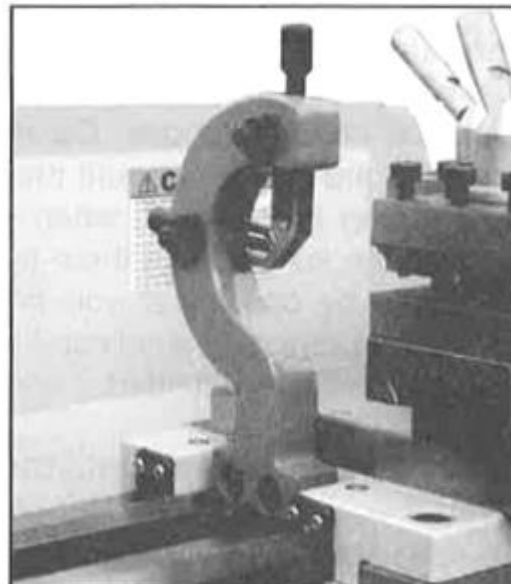
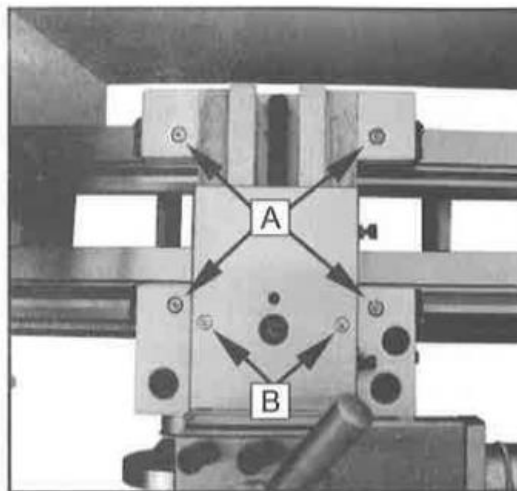

Рис. 31
Рис. 36
1. Ослабьте три шестигранные гайки. (А, рис. 31)
2. Ослабьте винты с накатанной головкой (В, Рис. 36) и откройте скользящие пальцы (С, Рис. 31), пока люнет можно будет перемещать пальцем вокруг заготовки. Закрепите люнет на месте.
3. Затяните винты с накатанной головкой так, чтобы пальцы плотно прилегали к заготовке, но не плотно прилегали к ней. Затяните три гайки (А, рис. 31). Смажьте точки скольжения машинным маслом.
Люнет установлен на продольной каретке и следует за движением токарного инструмента. Требуются только два скользящих пальца. Положение третьего пальца занимает поворотный нож. Люнет используется для токарных операций на длинных тонких заготовках. Предотвращает изгиб заготовки под давлением токарного ножа. (Рис. 31) Расположите пальцы плотно вокруг заготовки, но не слишком туго. Смазывайте пальцы во время операции, чтобы предотвратить преждевременный износ.
Смазывайте четыре смазочных отверстия (А, рис. 36) машинным маслом 20W один раз в день.
Смазывайте два смазочных отверстия (В, рис. 36) машинным маслом 20W один раз в день.